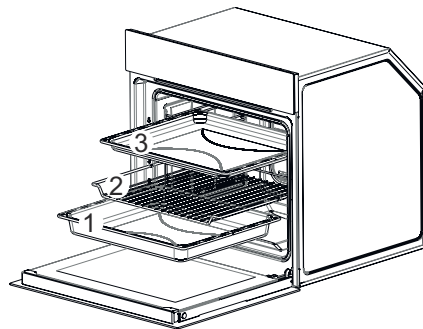

Fig. 28
- Retire las bandejas y la parrilla respectivamente (1-2-3 /Fig. 28).